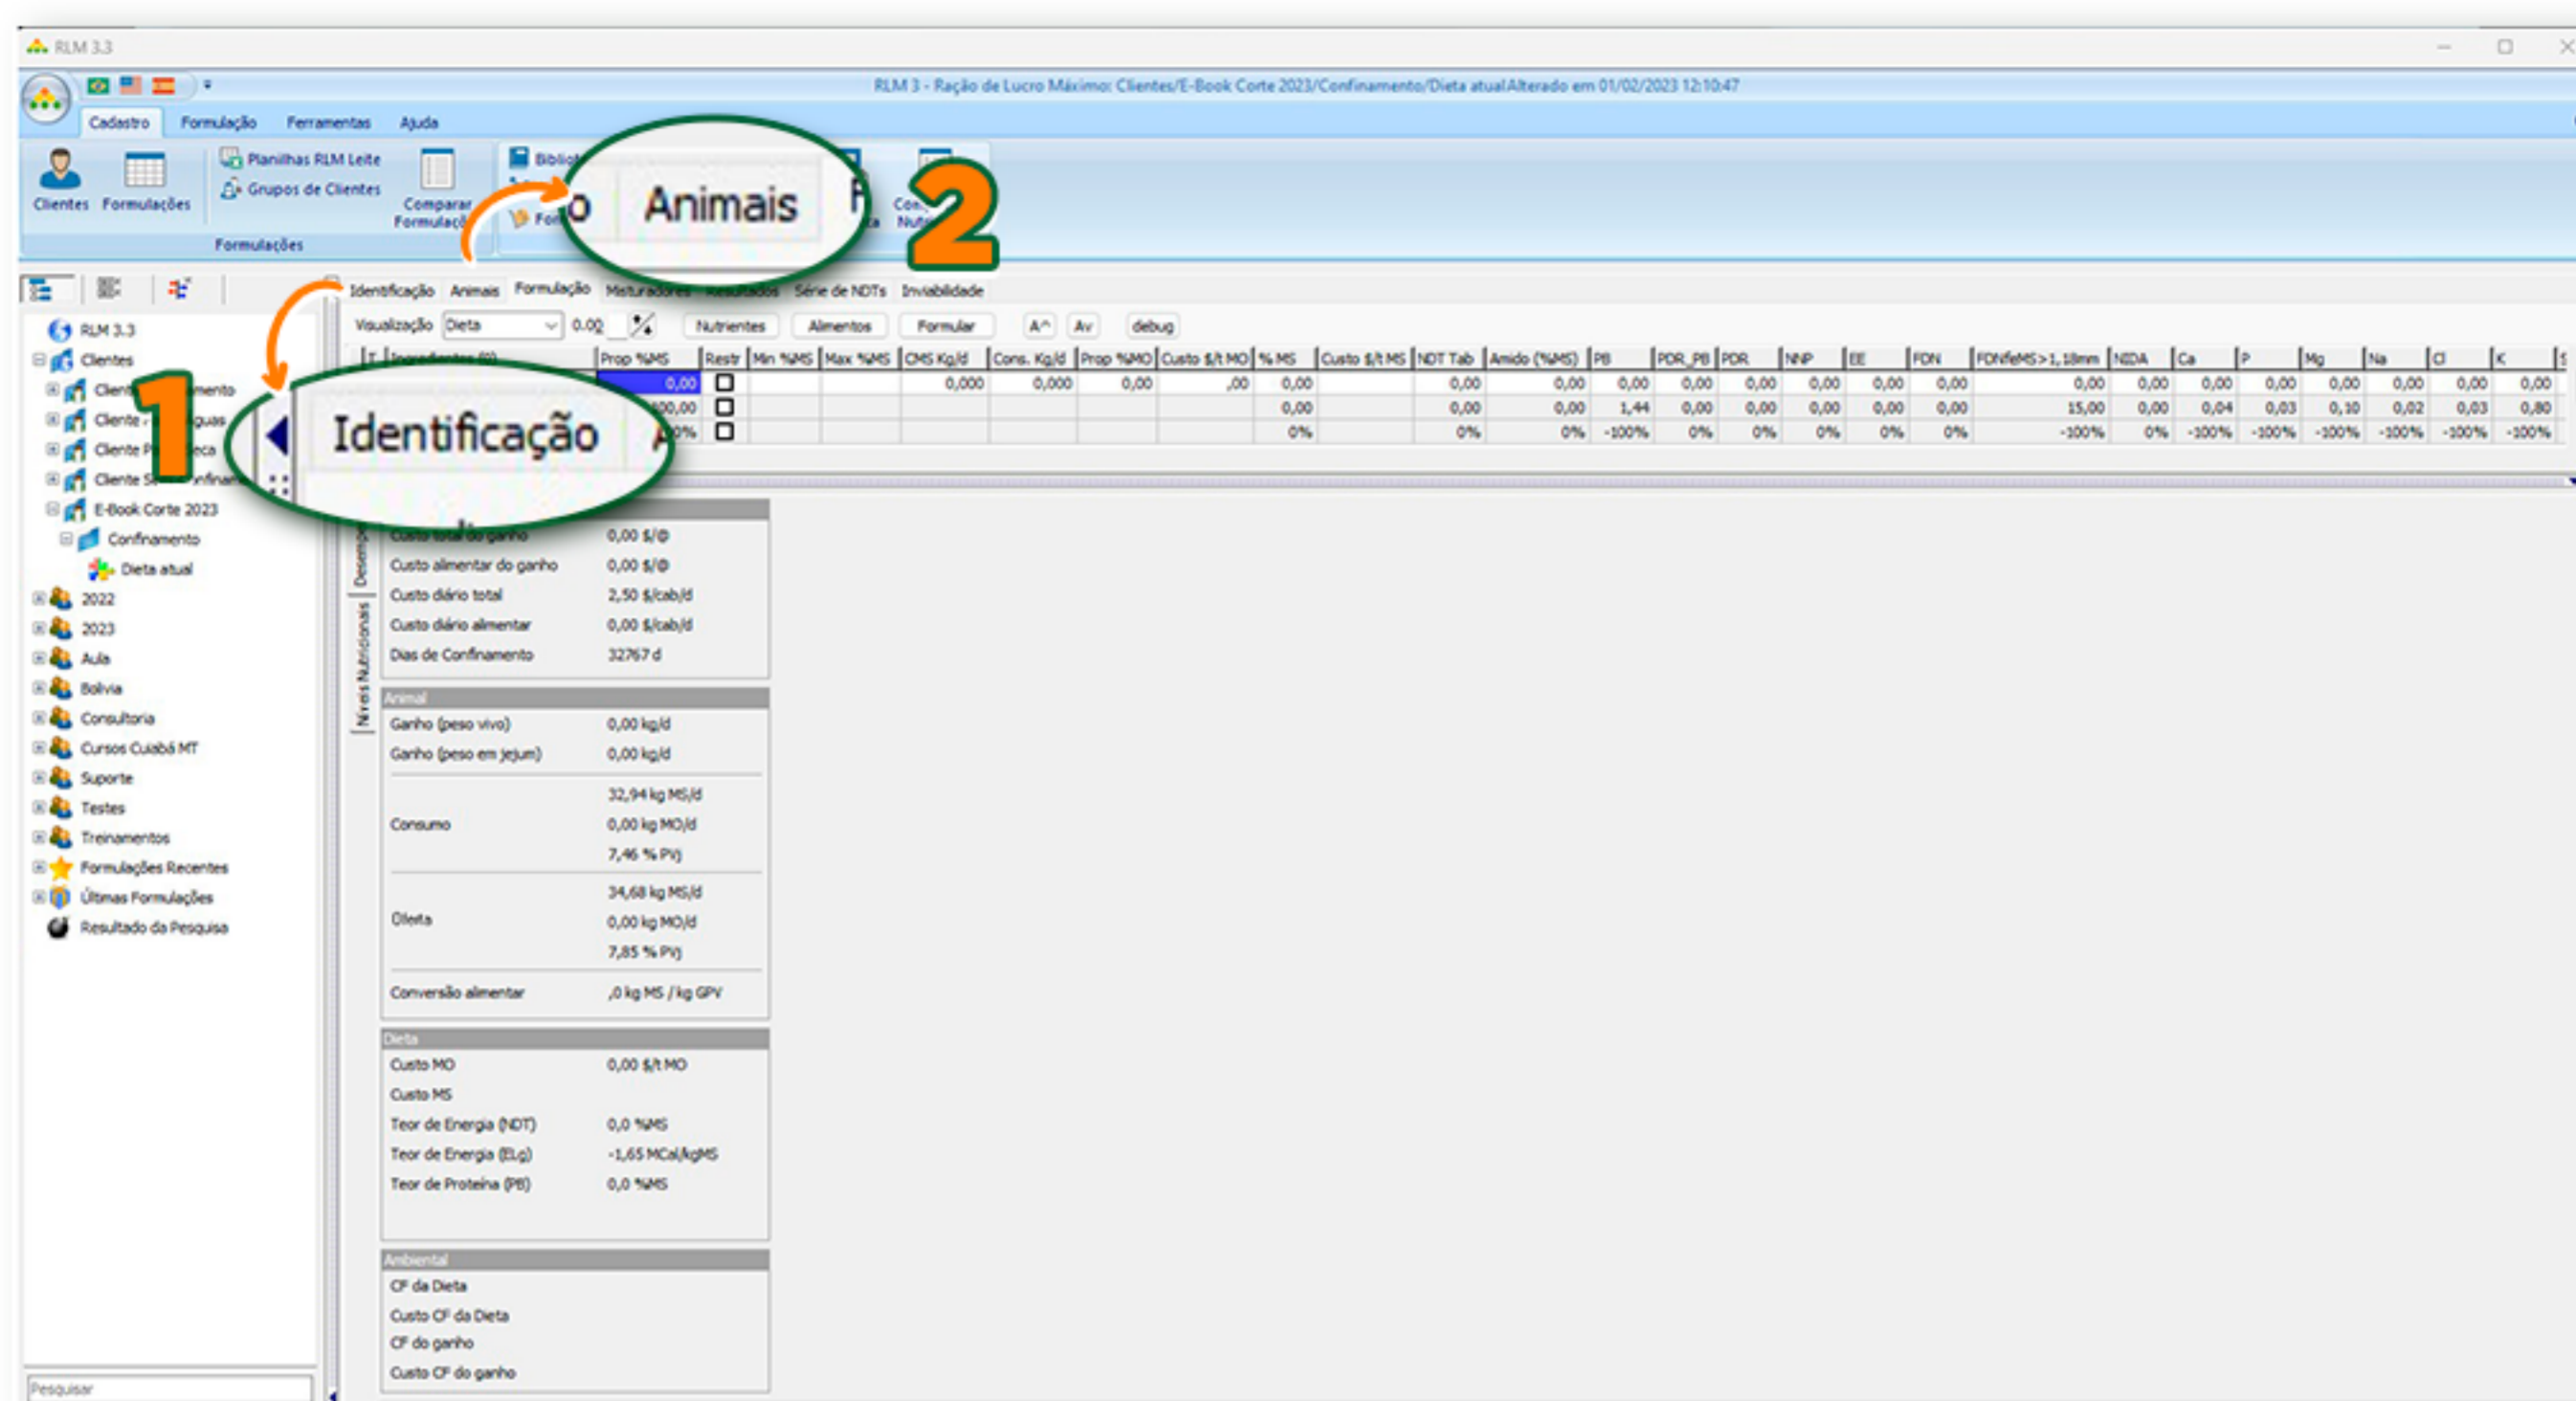

FIGURA 1.7 - ABAS "IDENTIFICAÇÃO" (1) E "ANIMAIS" (2)
- *Raça (4) determina o modelo que será utilizado, tropicalizado (Nelore) ou não, sendo que no Brasil não é permitido o uso de implantes.
- *Ajuste do ganho compensatório (5) tem grande influência sobre o ganho de peso e deve ser cuidadosamente manipulado.
- *Número de animais (6) irá impactar no custo total da operação e determinar a quantidade de alimentos para executar o projeto (demanda da fábrica de ração), mas não influencia o resultado da formulação.
- *Perdas (6) representam o que não é consumido, então não afetam o desempenho dos animais, mas impacta o desempenho financeiro da operação e a oferta/animal/dia.
- *Aditivos (7) interferem na conversão alimentar e impactam o consumo e o ganho de peso de acordo com o modelo pré-determinado pelo RLM.
Essas janelas poderão ser acessadas e alteradas posteriormente. Para isso, basta clicar nas abas "Identificação" (1) ou "Animais" (2), destacadas abaixo (Figura 1.7).